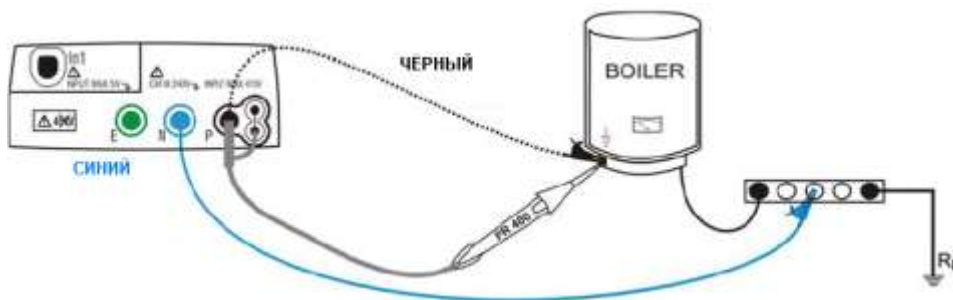

Рис.6: Пример подключения прибора с использованием отдельных тестовых проводов и щупа-пробника д/у.
7. Подключить **черный** и **синий** тестовый провод к объекту тестирования, как указано на рис.6.